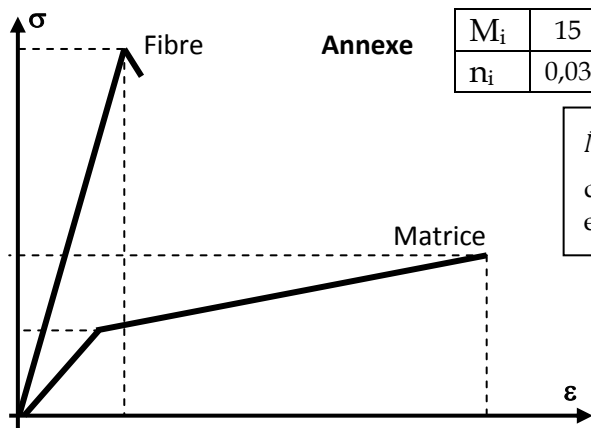

Figure 4
10. Tracer, alors, l'allure schématique de la courbe de traction d'un échantillon en traction du composite sur la figure 4 (Soigner la limite élastique et le stade de rupture).